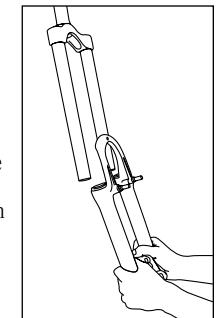

Fig. 7
7. Ziehen Sie die einteilige untere Baugruppe (s. Abb. 7) ab. Weiteres Öl läuft dabei aus den oberen Rohren aus. Entfernen Sie die Gabel-Boots.